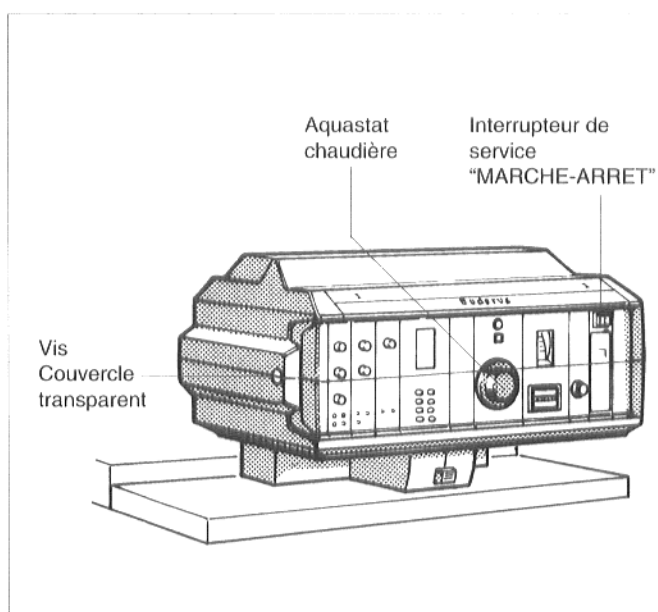

Fig. 20
- Mettre la fente de la vis du couvercle transparent de l'appareil de régulation (fig. 20) en position horizontale, à l'aide d'une pièce de monnaie par ex. Retirer le couvercle en le tirant vers l'avant.
- Mettre l'interrupteur de service (fig. 20) en position I (MARCHE).
- Régler l'aquastat chaudière (fig. 20) sur la température désirée, sur AUT pour une régulation "Ecomatic".